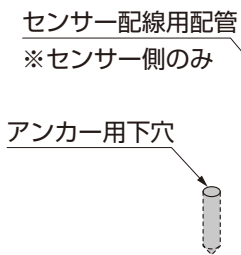

図4-1
① 基礎部にアンカー用下穴を4箇所あけてください。(図4-1、図4-2参照)